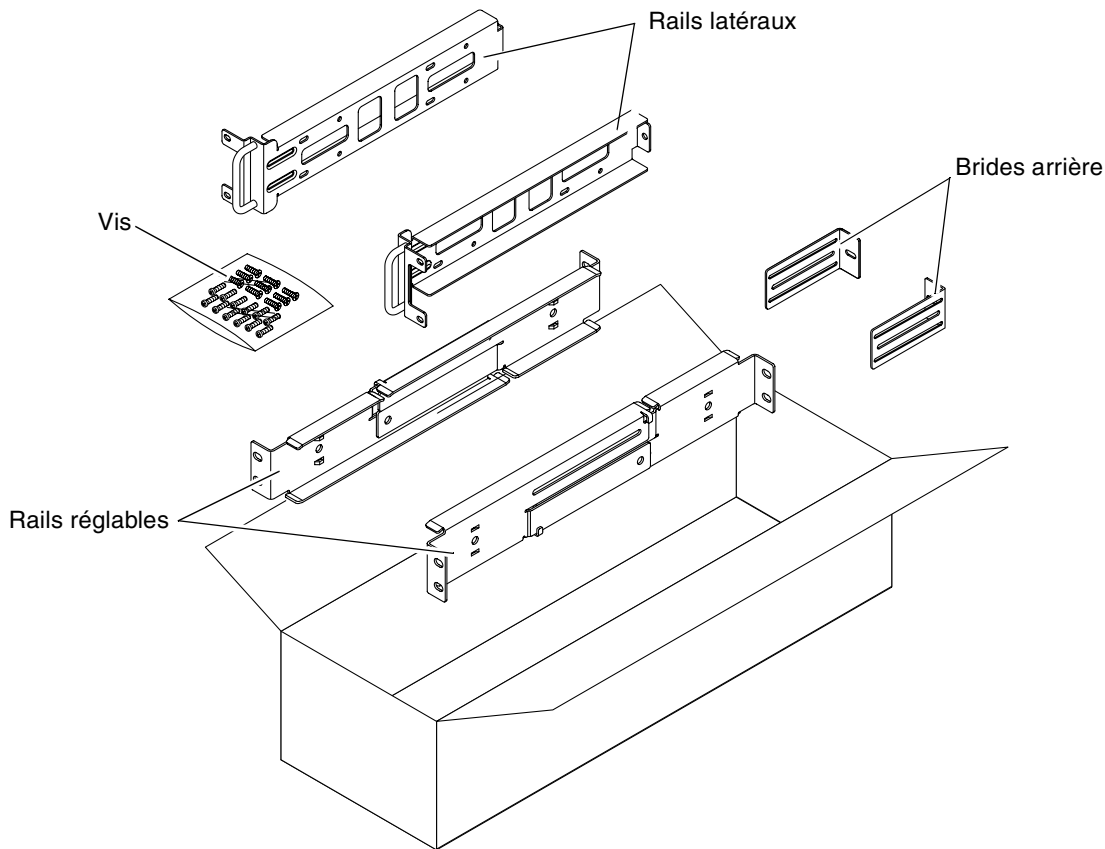

FIGURE 3-14 Contenu du kit de montage en armoire de 600 mm à quatre colonnes
1. **Prélevez les rails réglables dans le kit de montage (FIGURE 3-14).**
7. Prélevez les brides arrière dans le kit de montage (FIGURE 3-14).
9. Prélevez les rails latéraux dans le kit de montage (FIGURE 3-14).